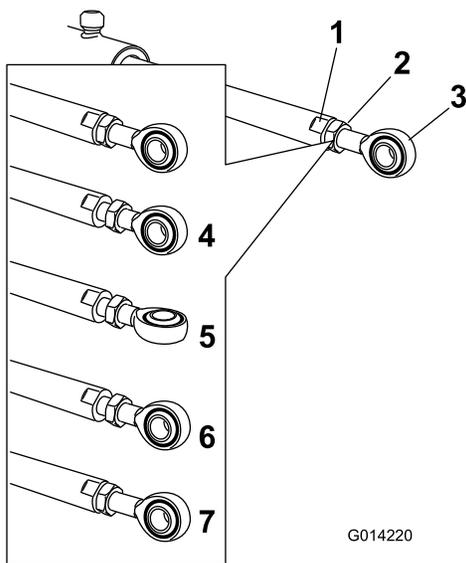

図 14
5. アクチュエータロッドの平たい面にスパナをあてがって回転しないように押さえ、ジャムナットをゆるめて、アイレットロッドを回せるようにする (図 14)。
6. アイレットロッドを回転させてアクチュエータを希望の長さに調整する (図 14)。